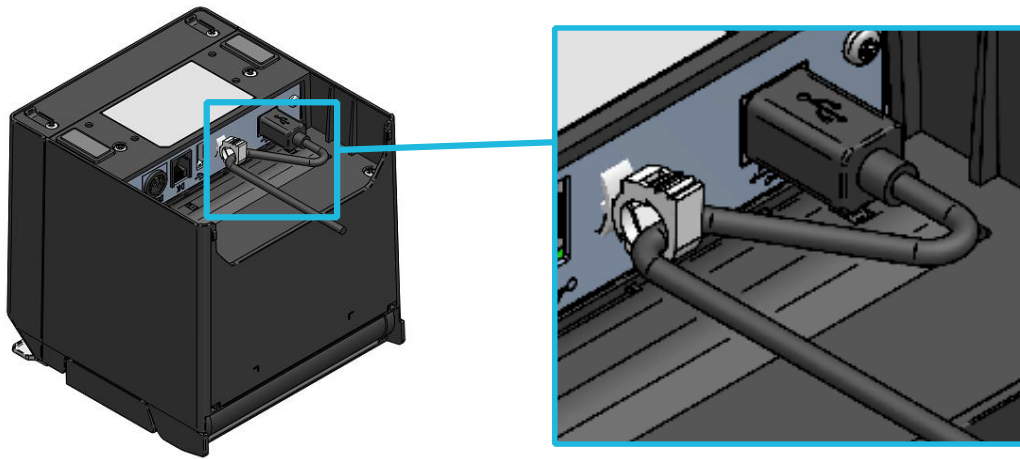

Abbildung 12-2 Verriegelung von Drucker und USB-Kabel
- (1) Stellen Sie sicher, dass der Drucker ausgeschaltet ist.
- (2) Schließen Sie das zu verwendende Schnittstellenkabel an den Schnittstellenanschluss auf der Rückseite des Druckers an. (Wenn Sie ein USB-Kabel anschließen, sichern Sie es wie in Abbildung 12-2 dargestellt mit einer Drahtklammer.)
- (3) Schalten Sie den Drucker ein und senden Sie Daten vom Host-Gerät an den Drucker.
- (4) Überprüfen Sie, dass die Daten korrekt gedruckt werden.